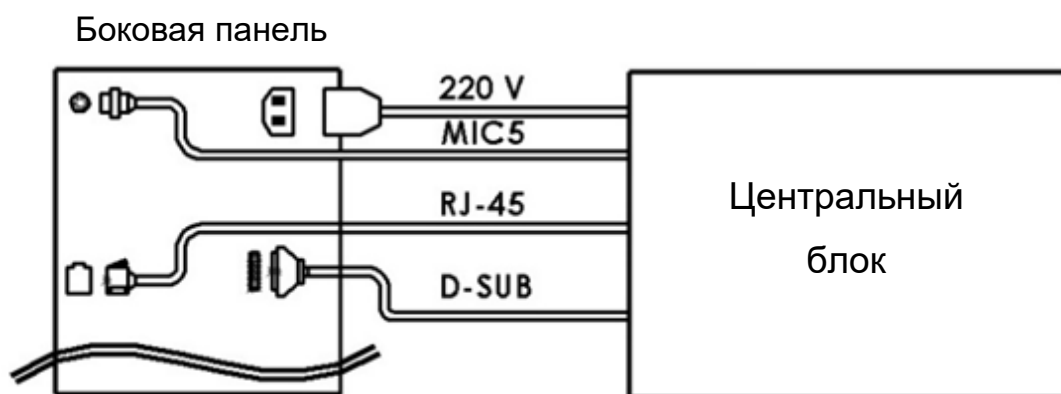

Рисунок 8
- установить разъёмы D-SUB в соответствующие ответные гнезда на обеих боковых панелях (рисунок 8);
- подсоединить кабель электропитания к верхнему разъёму на соответствующей боковой панели, на нижний разъём которой планируется подавать напряжение (рисунок 8) (по умолчанию кабель подключен к разъёму в верхней крышке контрольного блока);
- подсоединить разъёмы RJ-45 и MIC 5 к соответствующим ответным гнездам на обеих боковых панелях (рисунок 8) (опция);